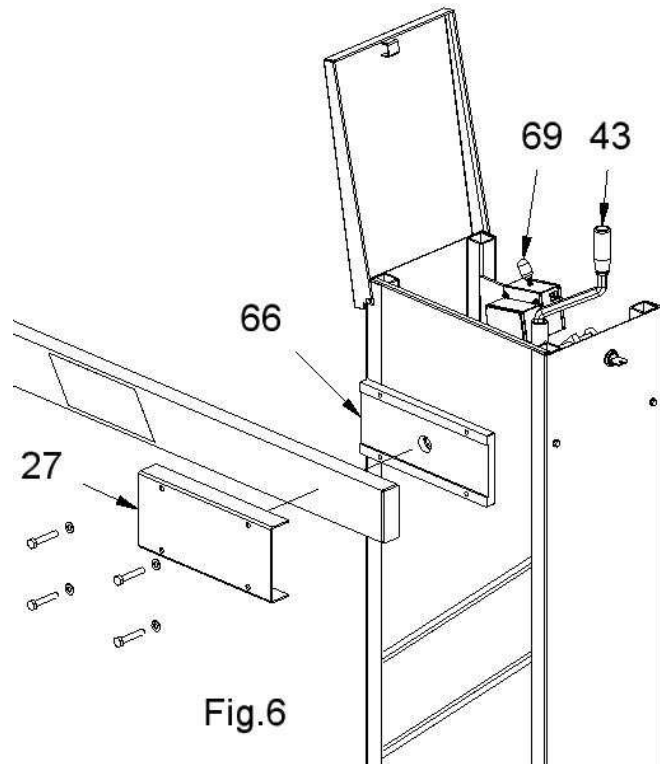
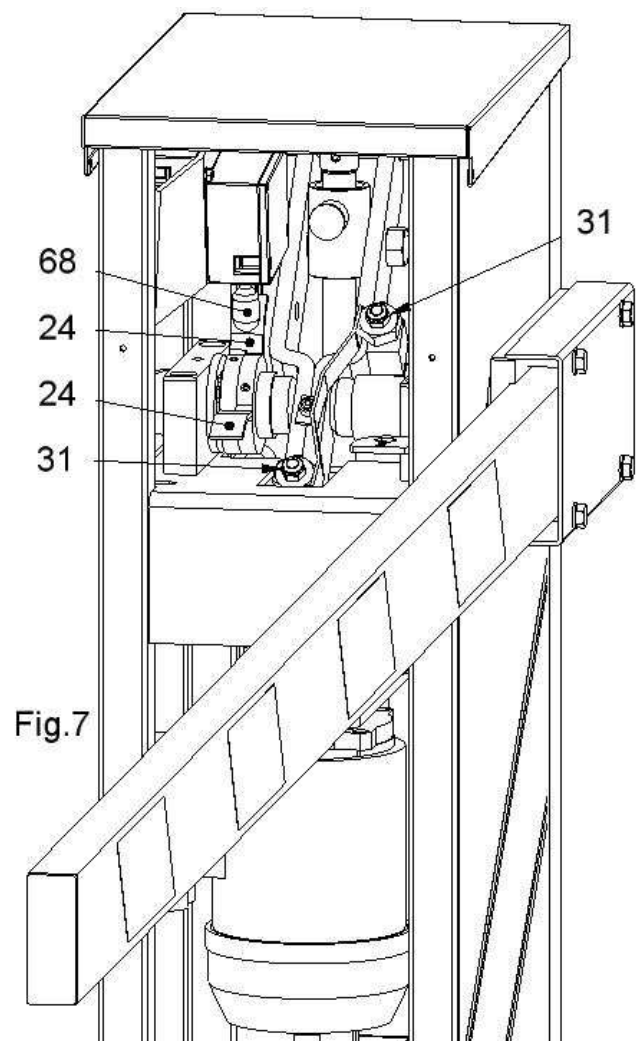

Fig.6
Fig.7
3) **I** Azionare manualmente la vite (pos.60 vedi cap.10 esplosi componenti) con la maniglia (pos.43), finché la ganascia porta asta (pos.66) è orizzontale. Bloccare l'asta sulla ganascia (pos.66) con il copri ganascia (pos.27) e le 4 viti M8 (fig.6).
Manovrare manualmente con la maniglia (pos.43) la salita e la discesa dell'asta e verificare l'esatto intervento sia del finecorsa elettrico di salita/discesa (pos.68 vedi fig.7) sia degli arresti meccanici (pos.31 vedi fig.7) già preregistrati dalla Casit.
- (GB)** Manually operate the screw (pos.60 see chap.10 exploded component) with the handle (pos.43), until the jaw (pos.66) is horizontal. Stop the arm on the jaw (pos.66) with the jam (pos.27) and the 4 screws M8 (fig.6). Manually operate with the handle (pos.43) the slope and the descent of the arm and verify the exact intervention both of the electric limitswitch of opening/descent (pos.68 see fig.7) both of the mechanical arrests (pos.31 see fig.7) already registered from Casit.
- Connect the feeding line, the commands lines and accessories to the control panel (pos.134 see chap.10 exploded component) according to the enforced standard. Connect to mass. For the electric connections to the control panel and about possible plannings and/or settings, use the instructions of connection outfitted of the same one.
- The limitswitch (pos.69) stops the electric operation when the cover is opened.
- (F)** Actionner manuellement les vies (pos.60 voir chap.10 explosé composantes) avec la poignée (pos.43), tant que l'étai porte-lisse (pos.66) est horizontal. Bloquer la lisse sur l'étai (pos.66) avec l'étai (pos.27) et les 4 vis M8 (fig.6). Manoeuvrer manuellement avec la poignée (pos.43) la montée et la descente de la lisse et vérifier l'exacte intervention soit du fin de course électrique du montée/descente (pos.68 voir fig.7) soit des arrêts mécaniques (pos.31 voir fig.7) déjà preenregistrés du Casit. Sur la barriere BIV94 les ressorts de balancement sont fournies à monter par le client (opération à faire avant le montage des lisses sur l'étai sur décrit). Relier la ligne d'alimentation, les lignes des commandements et des accessoires à la platine (pos.134 voir chap.10 explosé composantes) en suivant les normes en vigueur. Relier à masse. Pour les connexions électriques à la platine et pour eventuelles programmations et/ou régulations utiliser les instructions de connexion au trousseau de la même. Le fin de course (pos.69) bloque le fonctionnement électrique à couvercle ouverte.
- 4) (I)** L'eventuale regolazione del finecorsa elettrico (pos.68) di salita/discesa si effettua agendo sulle 2 camme (pos.24) poste sull'albero di manovra che vanno ad intercettare il finecorsa nei 2 sensi di marcia. Il finecorsa elettrico di salita /discesa deve attivarsi un attimo prima che l'arresto meccanico (pos.31) intervenga (fig. 7).
- (GB)** The possible regulation of the electric limitswitch (pos.68) of opening/descent on effects acting around 2 cams (pos.24) setted on the tree of manoeuvre that they go to intercept the limitswitches in the 2 senses of march. The electric limitswitch of opening / descent has to activate itself just an instant before the mechanical arrest (pos.31) intervenes (fig. 7).
- (F)** L'eventuelle régulation du fin de course électrique (pos.68) de montée/descente s'effectue en agissant sur les 2 comes (pos.24) positionnées sur l'arbre de manoeuvre qui vont intercepter le fin de course dans les 2 sens de marche. Le fin de course électrique de montée/descente doit s'activer un instant d'abord que l'arrête mécanique (pos.31) intervienne (fig. 7).
Smontare la ganascia porta asta (pos.66 fig.6) fissata all'albero di manovra e riposizionarla sul lato opposto dell'albero di manovra previo smontaggio del tappo in plastica di colore nero che andrà a chiudere il foro lasciato libero sul lato opposto. Attenzione il serraggio della vite a brugola che fissa la ganascia all'albero di manovra deve rispettare i valori riportati sulla targa adesiva presente sulla ganascia (vedi fig. 8).
To get off the jaw of the arm (pos.66 fig.6) fixed to the tree of manoeuvre and put it again on the opposite side of the tree of manoeuvre previous uninstal the black plastic cork that it will close the hole left on the opposite side free. Warning: the shutting of the socket cap srew that fixes the jaw to the tree of manoeuvre has to respect the values brought on the present adhesive plate on the jaw (you see fig. 8).
L'eventuelle transformation doit être effectuée par personnel qualifié : Démontez l'etou porte-lisse (pos.66 fig.6) fixée à l'arbre de manoeuvre et la remettre sur le côté opposé de l'arbre de manoeuvre en ayant démonté en avant le bouche en plastique de couleur noire qui ira fermer le trou laissé libre sur le côté opposé. Attention : le serrage des vies à brugola qui fixe l'etou à l'arbre de manoeuvre doit respecter les valeurs rapportées sur la palque adhésive présent sur l'etou (voir fig. 8).